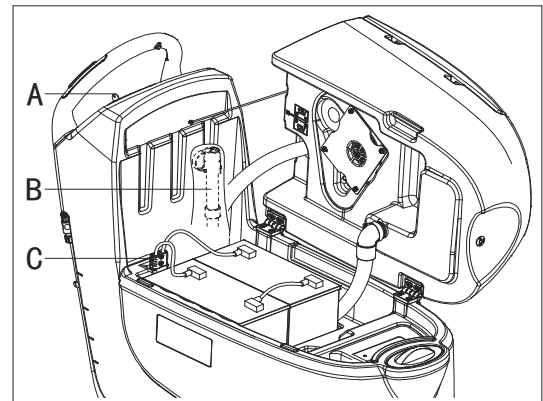

Abbildung 26
1. Drehen Sie den Zündschlüssel (A, Abb. 26) auf "I".
2. Drücken Sie den Schalter (B) und lesen Sie auf dem Stundenzähler (C) die Gesamtzahl der Arbeitsstunden (Bürstenreinigung/Trocknen) ab, die von der Maschine ausgeführt wurden.
3. Drücken Sie den Schalter (B) erneut.
4. Drehen Sie den Zündschlüssel (A) auf "0".
1. Drehen Sie den Zündschlüssel (A, Abb. 26) auf "0".
2. Trennen Sie das Netzkabel (C, Abb. 26) von der Stromversorgung ab.